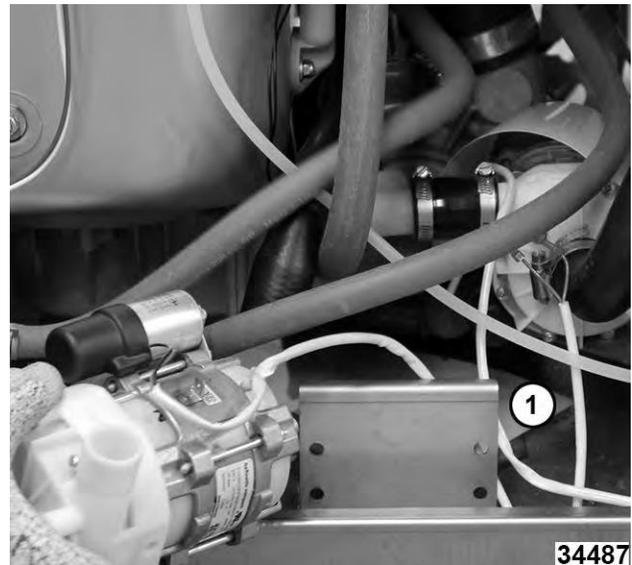

Fig. 87
7. Extraiga la bomba y retire la lámina de Mylar (1, Fig. 87).